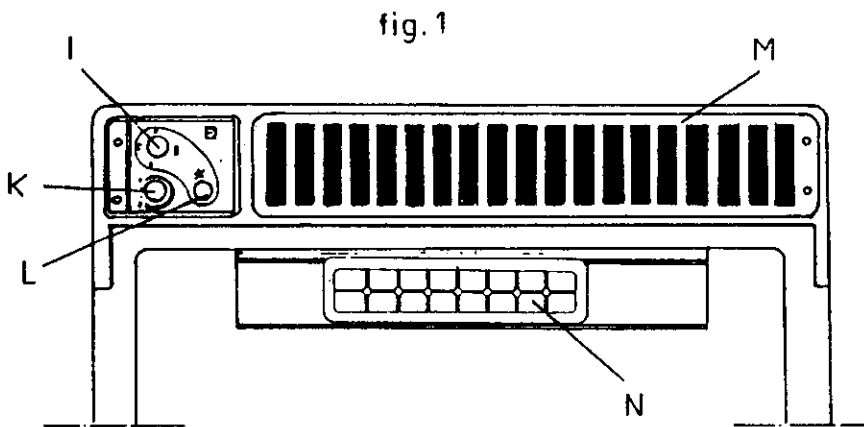

fig. 1
TABLEAU DE COMMANDES (Fig 1)
N'utiliser que dans des endroits bien aérés et à l'abri de la pluie. Choisir un endroit frais ou ombragé, éloigné de toute source de chaleur, ne pas exposer votre réfrigérateur en plein soleil. Bien dégager les grilles d'aération (M) sur le dessus et sur la tôle arrière (Fig 1). Ne pas coller l'appareil contre une cloison, prévoir au minimum 5 cm entre la tôle arrière et la paroi.
- la grille (M) (Fig 1) est bien dégagée